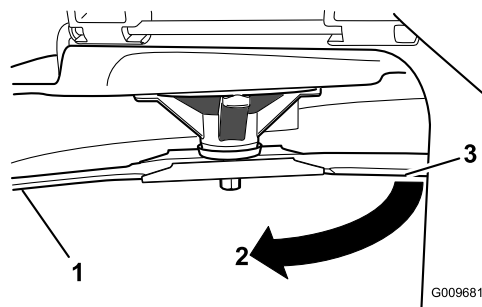

Figura 44
3. Distancia medida entre la cuchilla y la superficie (A)
4. Gire la misma cuchilla 180 grados de manera que el otro filo de corte esté en la misma posición (Figura 44).